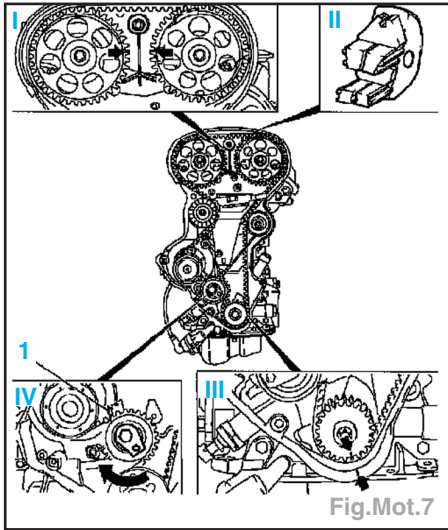

Fig.Mot.7
- fixer les pignons avec l'outil KM-852 (dessin II), dévisser la vis du galet-tendeur (dessin IV) et tourner l'excentrique (flèche) jusqu'à ce que l'index (1) se trouve devant la butée G et déposer la courroie de distribution (Fig.Mot.7).